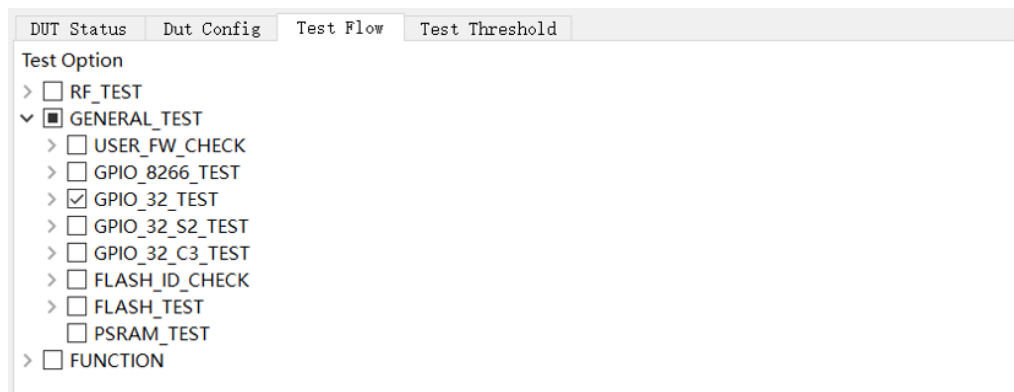

图 3-4. GPIO 导通测试
- **配置界面：**可在 *Test Flow* 下的 *GENERAL\_TEST* 模块中使能（见图 3-4），详细说明请参考附录 B。